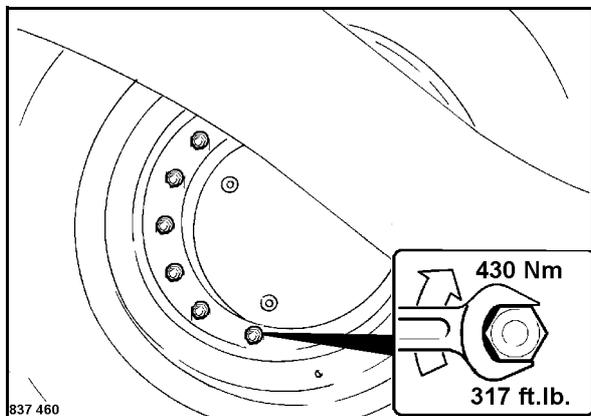

Fig. 215
- Serrare i dadi di fissaggio ruota (Fig. 215) in sequenza incrociata.